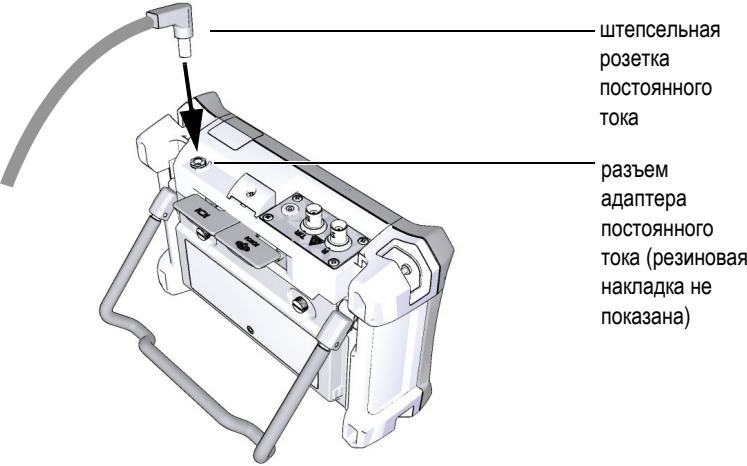

Рис. 1-9 Подсоединение штепсельной розетки постоянного тока
3. Подсоедините шнур питания постоянного тока от зарядного устройства/адаптера переменного тока к разъему адаптера (см. Рис. 1-9 на странице 23).